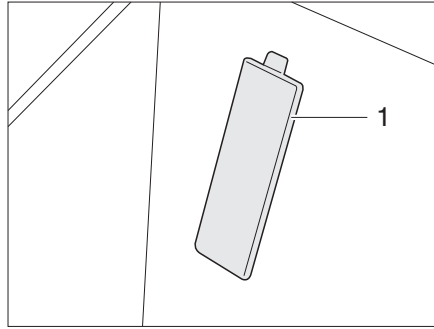

Fig. 272 Tapa del número de chasis (vehículo básico Fiat)
- ▷ En los vehículos con base de Fiat, el número de chasis se encuentra debajo de una tapa (Fig. 272,1) en la entrada del lado del acompañante.